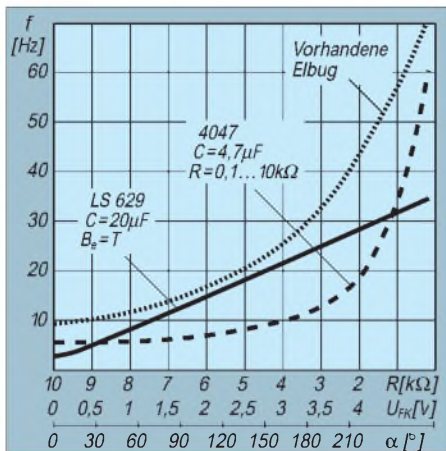

Bild 4: Taktfrequenz in Abhängigkeit von Widerstand und Drehwinkel für die beiden beschriebenen Taktgeber und einen weiteren mit 74 LS 13
Weniger schön war der Zusammenhang zwischen Drehwinkel am Potentiometer ($R = 10 \text{ k}\Omega$, gestrichelte Kurve) und Taktfrequenz, gemessen an Pin 10 (Q). Aus Bild 4 ist ersichtlich, daß es im letzten Drittel des möglichen Drehwinkels „mächtig losgeht“. Dafür kann man in den beiden ersten Dritteln zwar drehen, ohne daß sich jedoch viel ändert.
In Bild 4 ist auch für diese Schaltung die Abhängigkeit der Frequenz von der Spannung an F_k und dem Potentiometer-Drehwinkel zu sehen. Damit kann wegen des linearen Zusammenhanges zwischen Taktfrequenz und Telegrafiergeschwindigkeit am Potentiometer eine Skalierung in Wpm oder Bpm erfolgen.
Mit einem genügend hochohmigen Meßinstrument wäre (bei entsprechender Eichung) die Anzeige der Telegrafiergeschwindigkeit durch die Spannungsmessung an F_k möglich! Zu Vergleichszwecken wurde in Bild 4 noch der Einstellbereich des vorhandenen Taktgebers (mit der Schmitt-Trigger-IS 74 LS 13) eingefügt (Punktlinie).